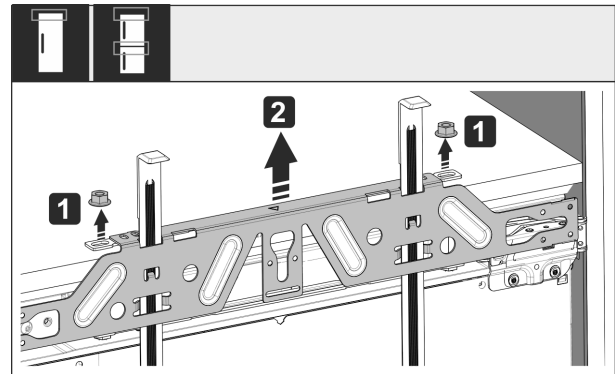

Fig. 54
- Soltar las contratuercas Fig. 54 (1).
- Quitar el travesaño de fijación Fig. 54 (2).